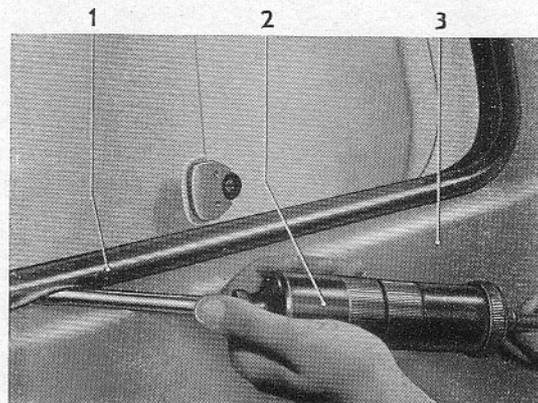

Bild 48 – Ausgießen zwischen Abdichtgummi und Steg mit Fensterdichtungsmasse
7. Zwischen äußerer Gummiabdichtlippe (46/8) und Steg (46/9) rundum Fensterdichtungsmasse L 000 779/0 einbringen (Bild 48).